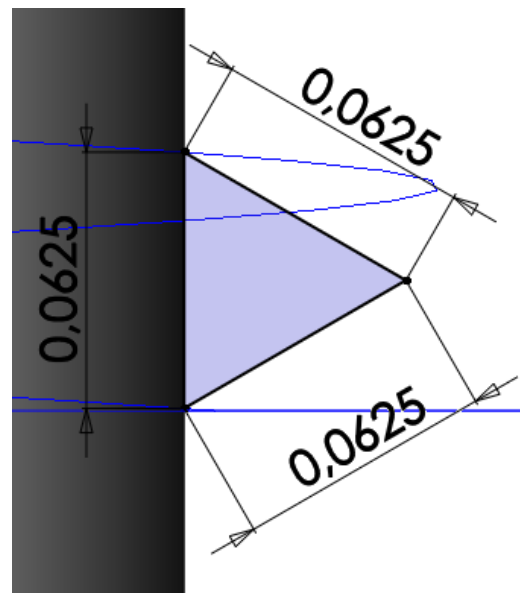

Ilustración 131
Paso 5: Se selecciona el plano **Planta**, y en el extremo donde se ubica el plano paralelo se dibuja un triángulo equilátero con la medida del paso, en este caso 1/16 de pulgada (ver ilustración 131).